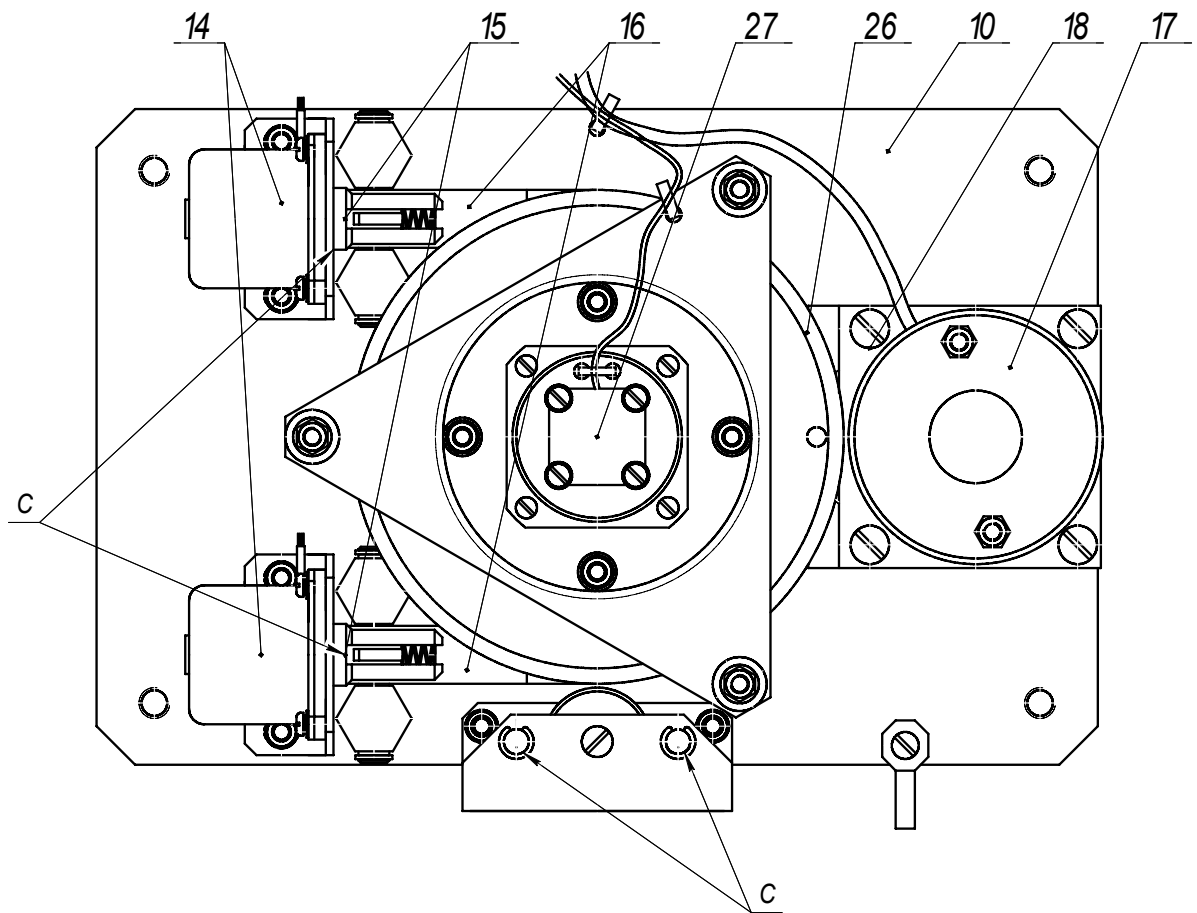

Рис.2
Агрегат турникета ПТУ-1 (см. рис. 2) состоит из электродвигательного привода, механизма блокирования и устройства «Антипаника», установленных на общем основании (10). На выходном валу агрегата закреплен трипод, оснащенный тремя штангами, а также барабан (26) и датчик угла поворота (27).